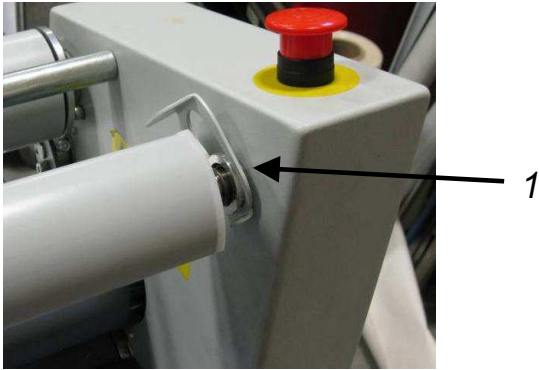

Figura 11: Leva de bloqueo subida
En la figura 11 se muestra un proceso que saca el máximo provecho de la máquina. La figura muestra un proceso de laminación de doble cara (autoadhesivo).
- Saque el eje de suministro que desee (superior o inferior) presionando para ello el brazo de la leva de bloqueo (1) hasta la posición superior (Figura 11).